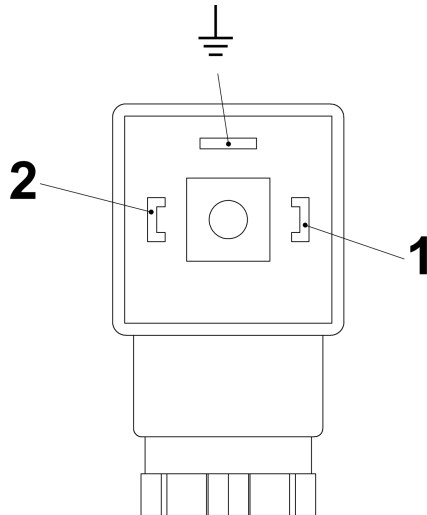
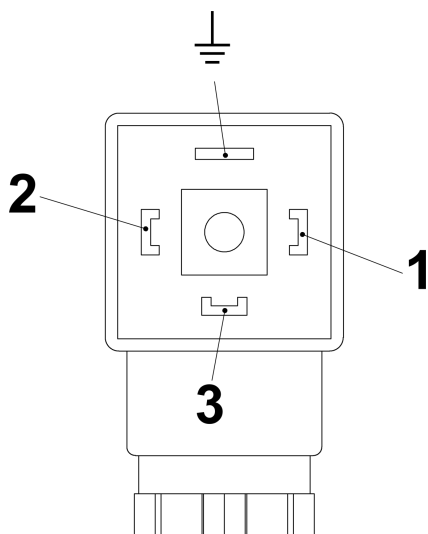

Abb. 26: Pin-Belegung Steckerdose Schließer (Schaltkontakt SG-30 mit Gerätestecker nach EN 175301-803)
Abb. 27: Pin-Belegung Steckerdose Wechsler (Schaltkontakt SG-30 mit Gerätestecker nach EN 175301-803)
6. ➤ Schließen Sie das Kabel gemäß den Anschlussbildern (Abb. 26 und Abb. 27) an